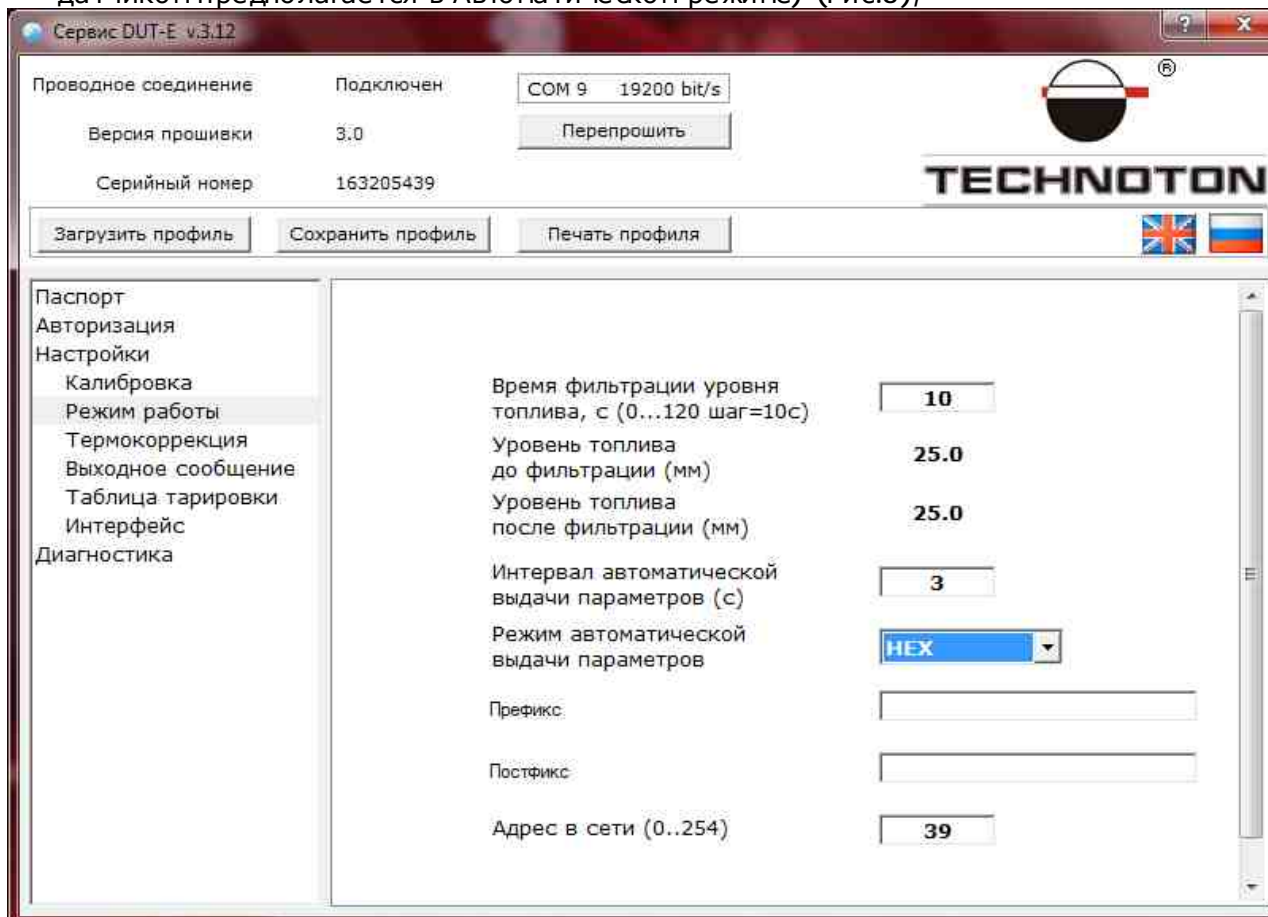

Рисунок 5
3.7. Режим автоматической выдачи устанавливается HEX (если работа терминала с датчиком предполагается в Автоматическом режиме) (Рис.5),